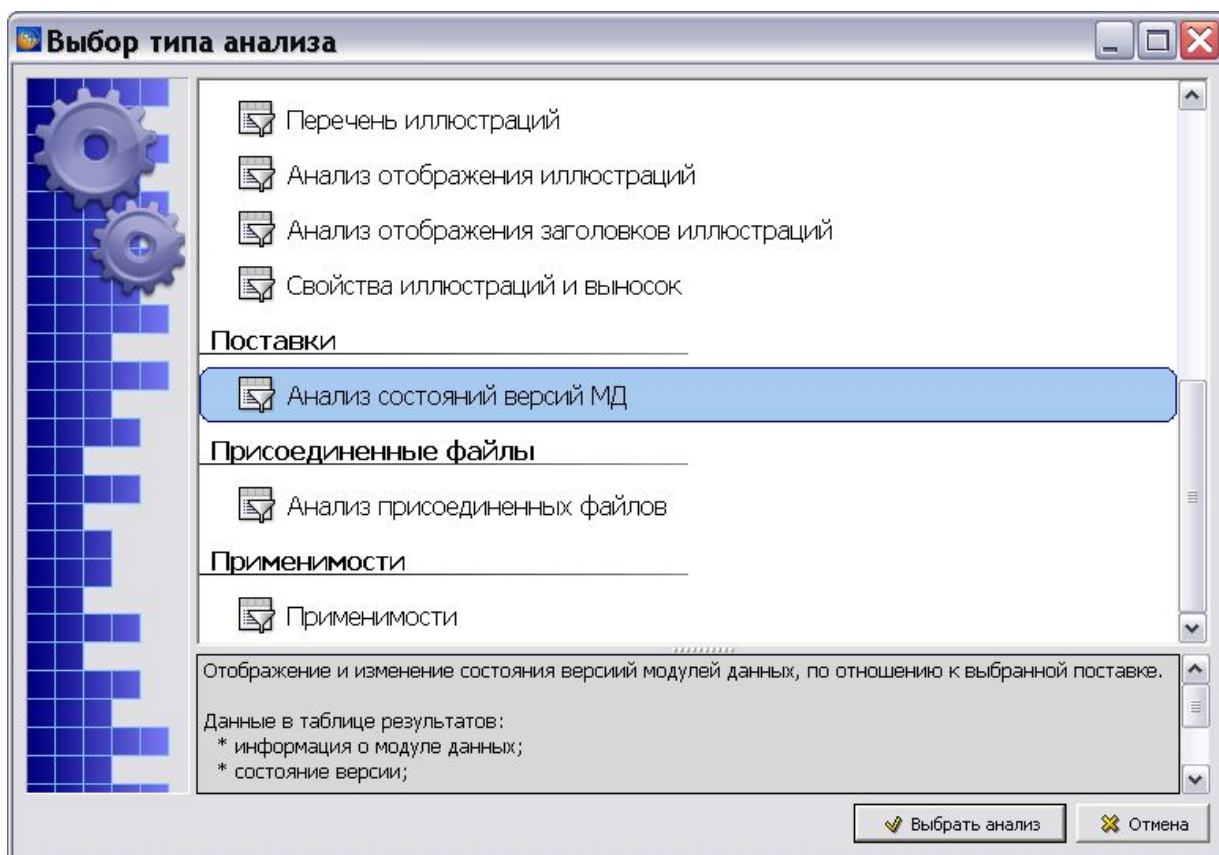

Рис. 11.31
3. В правой части диалогового окна **Структура раздела** выберите инструмент **Анализ БД** . При этом появится диалоговое окно **Выбор типа анализа** (Рис. 11.31).